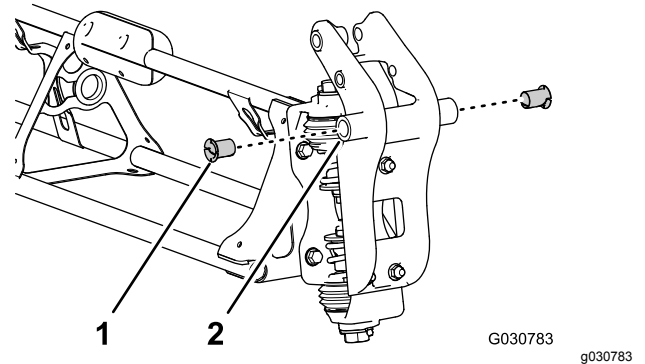

Figura 121
- Inserte un casquillo con brida de nylon en el orificio de 31,8 mm de cada lado del acoplamiento de giro (Figura 121).